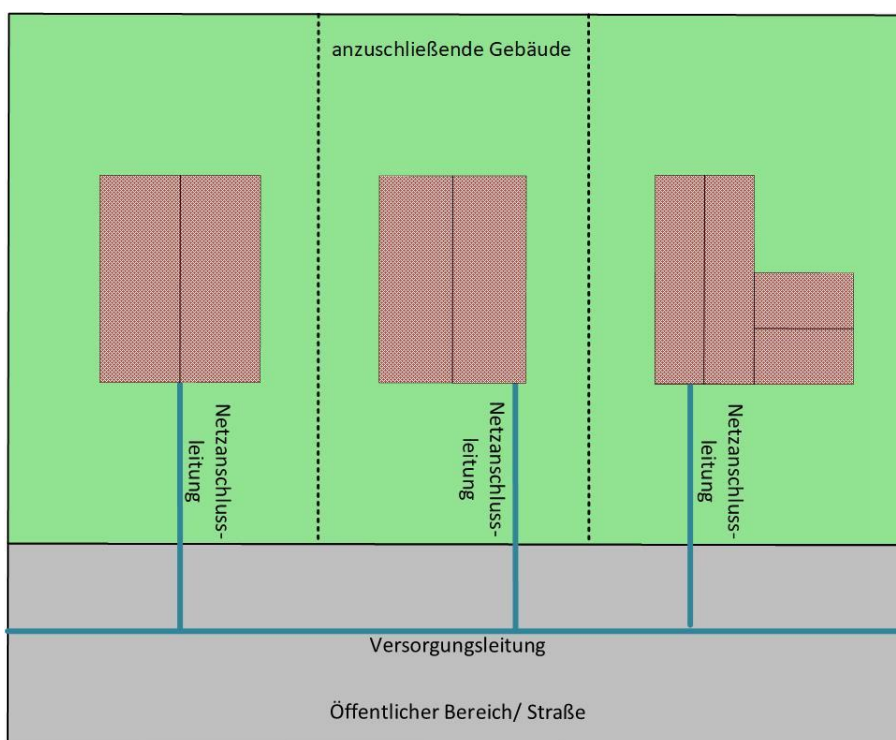

Abbildung 3 Lage/Verlauf der Hausanschlussleitung
Der Schacht soll gemäß Abbildung 3 an der Vorderseite des Gebäudes angeordnet sein bzw. es soll vorzugsweise der kürzeste Weg von der Versorgungsleitung zum Gebäude gewählt werden.
(B) Bei einer **oberirdischen Hauseinführung** der Fernwärme-Leitungen durch die Gebäudeaußenwand handelt es sich um eine Einsparten-Hauseinführung. Um eine optimale Erreichbarkeit der Leitung zu gewährleisten, wird empfohlen, den Gebäudeeintritt an der Vorderseite des Hauses bzw. an einer gut zugänglichen Position vorzunehmen (siehe Abbildung 3). Die oberirdischen Leitungen müssen bauseits mit einer Verkleidung vor Beschädigungen geschützt werden (Abkastung, Umhüllung).